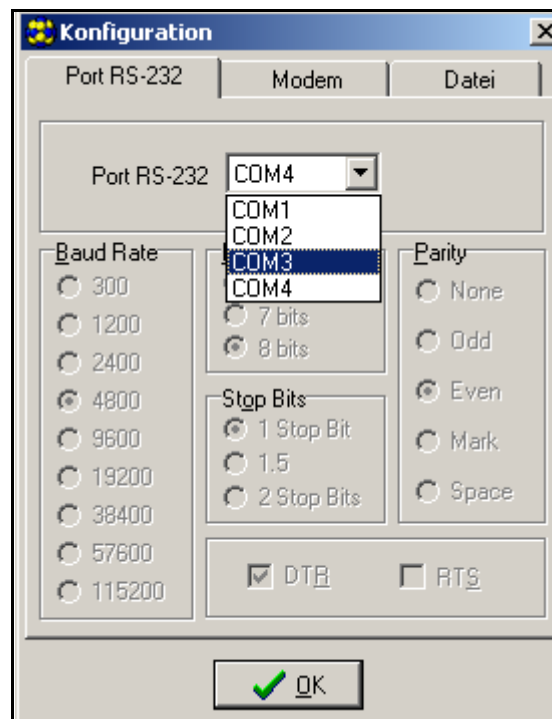

Abb. 7. Fenster „Konfiguration“.
4. Wählen Sie den Port des Computers aus, an den das Modul angeschlossen wurde (siehe: Abb. 7).